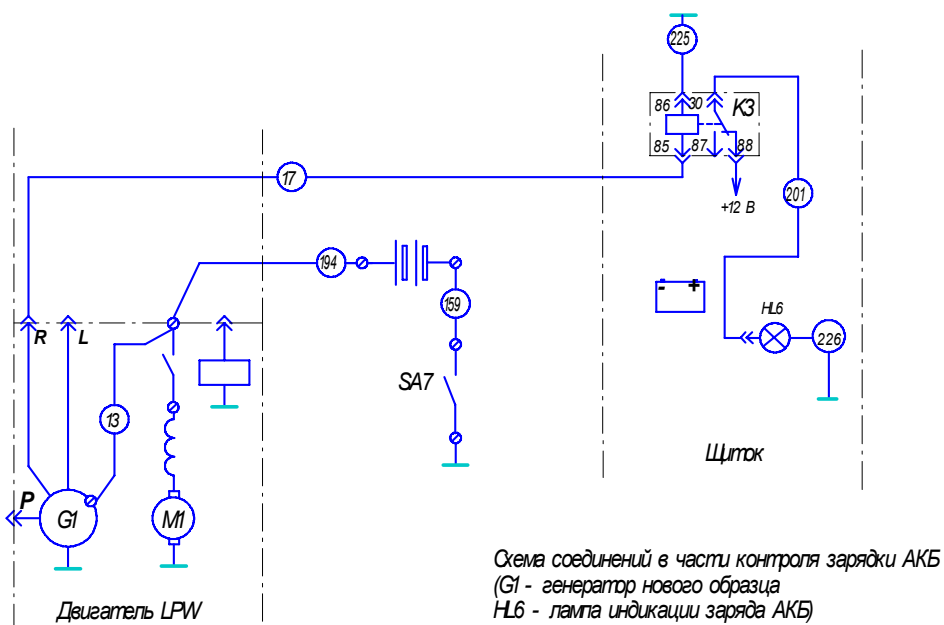

Рис.10.
1.1. При установке разных модификаций генератора G1, входящего в состав двигателя LPW, для четкой работы индикации заряда АКБ (лампа HL6) в щиток установлено промежуточное реле K3 (рис. 10).